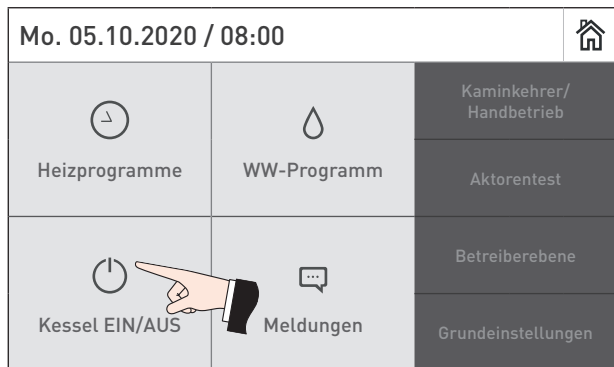

Fig. 3 BioWIN 2 Touch ausschalten
► Vor dem Öffnen der Verkleidungstür Heizkessel unbedingt vorher mit der **EIN/AUS-Taste** (siehe Fig. 3) ausschalten und auskühlen lassen (keine Anzeige am Display).
► Kessel mittels **EIN/AUS-Taste** am InfoWIN Touch ausschalten – Fig. 3. **Nie am Fluchtschalter abschalten!**